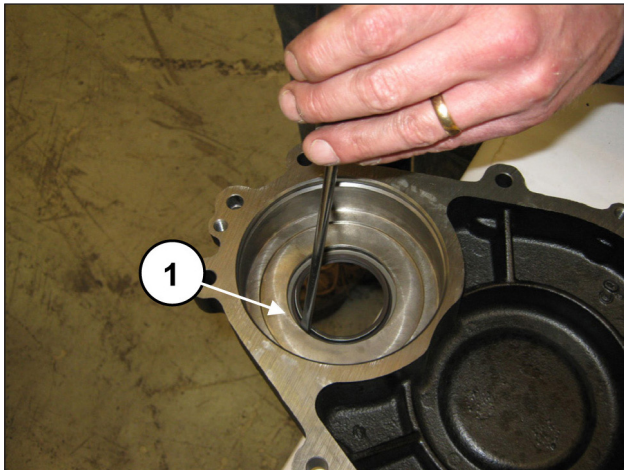

Abb. 11
Ziehen Sie den Ölabbstreifring von der Innenseite des Deckels aus dem Getriebedeckel heraus (Pos. ①, Abb. 11).